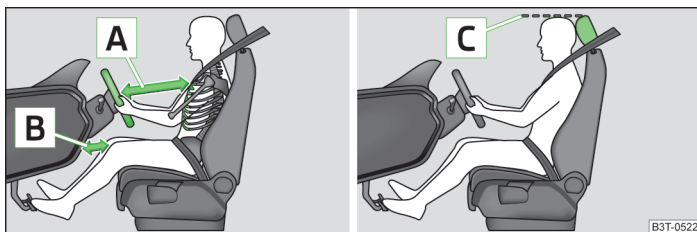

Fig. 125 Posición de asiento correcta del conductor/Ajuste correcto del reposacabezas
- Ajustar el volante de tal modo que la distancia entre el volante y el estérnón sea, como mínimo, de 25 cm - -A» fig. 125 y entre las piernas y el cuadro de interruptores en la zona del airbag para las rodillas, sea de 10 cm [B].
- Ajustar el reposacabezas de tal modo, que el borde superior [B] del mismo se encuentre dentro de lo posible a la misma altura que la parte superior de su cabeza » fig. 125 de la página 145.
- Ajustar el reposacabezas de tal modo, que el borde superior del mismo se encuentre de ser posible a la misma altura que la parte superior de la cabeza [B] » fig. 125 de la página 145.